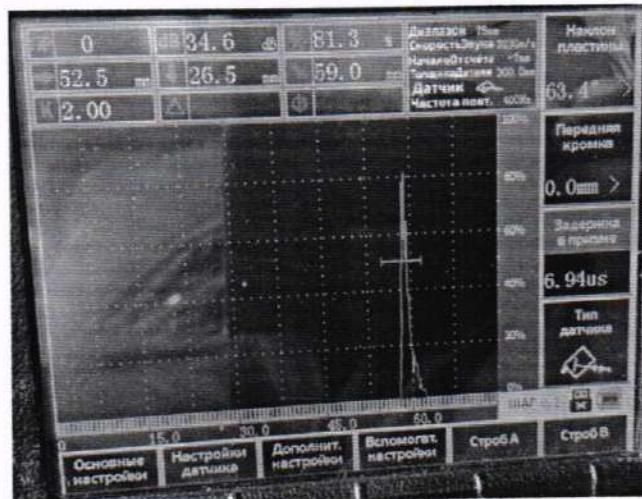

Рисунок 9
В меню (1-2-3) установить значение задержки, при котором показание индикатора №6 области отображения будет 59,0 мм. В меню (3-1-2) сохраните настройки в профиль (рисунок 9).
10.3.2.2.4 В меню (1-1-1) установите диапазон 125 мм. Нажмите кнопку «Строб» параметрами (1-6-1, 1-6-2, 1-6-3) скорректируйте положение строба В чтобы он перекрывал верхнюю часть эхосигнала дефекта Д1. Нажмите кнопку «АРУ», при необходимости скорректируйте положение строба (рисунок 9). Считайте измеренное значение с индикаторов